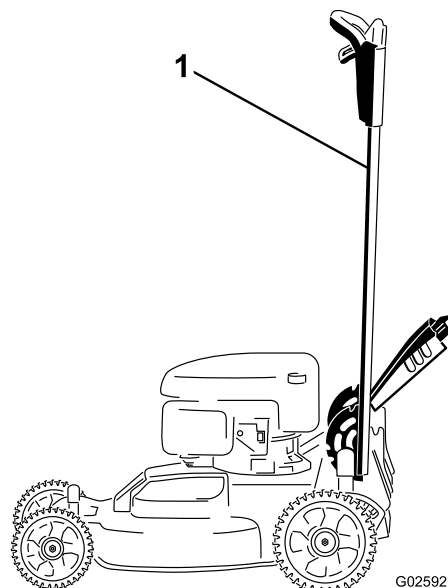

Bild 40
- Arretieren Sie den Holm in der vertikalen Stellung (Bild 40), siehe Einstellen der Holmhöhe (Seite 12).